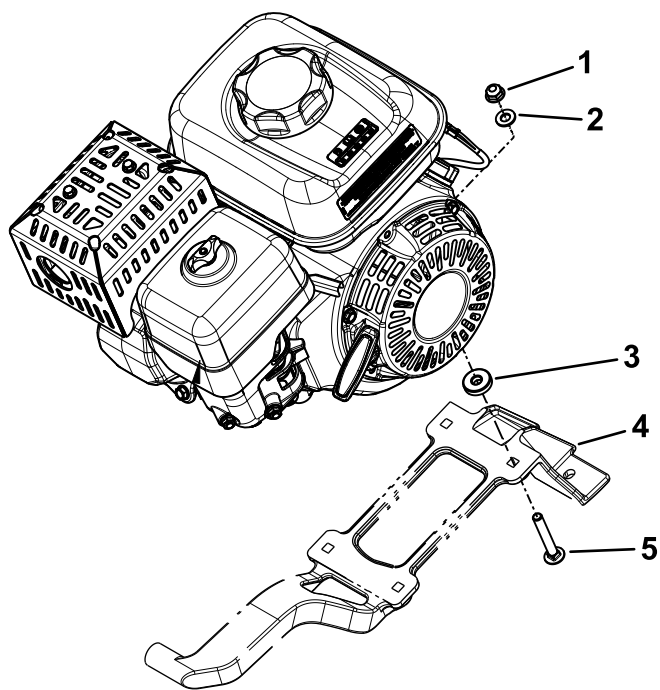

図 2
1. ボルト 4 本、ワッシャ 4 枚、スペーサ 4 個、ナット 4 個、で、エンジンをエンジンベースに固定する 図 2。